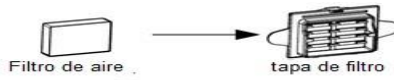

Fig. 18-7
(1) Abra la tapa del filtro de aire para quitar el filtro de aire. Conecte un nuevo filtro de aire a la tapa del filtro, como se ve en la Fig. 18-7.